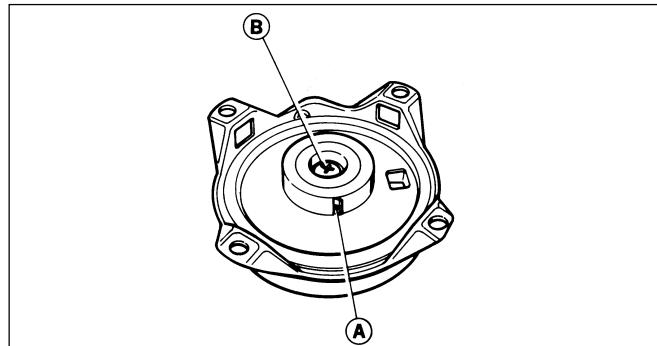

Fig. 1
- si le linguet (A - Fig. 1) sort quand la corde est tirée lentement. Si la corde ne peut être tirée, contrôler le couple de serrage de la vis (B) qui bloque le carter de retenue. Ce couple de serrage doit être de 0,5 - 0,6 mkg (45/55 inchs/lbs).